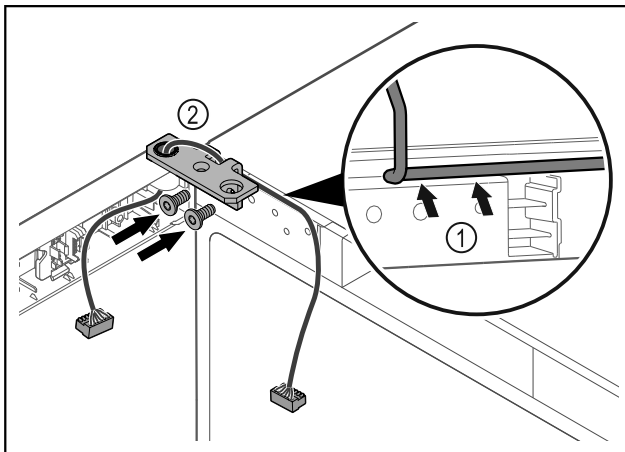

Fig. 58
- ▶ Περάστε το καλώδιο μέσα από το άνοιγμα της γωνίας μεντεσέ και τοποθετήστε το προσεκτικά *Fig. 58 (1)*.
- ▶ Βιδώστε τη γωνία μεντεσέ *Fig. 58 (2)*.